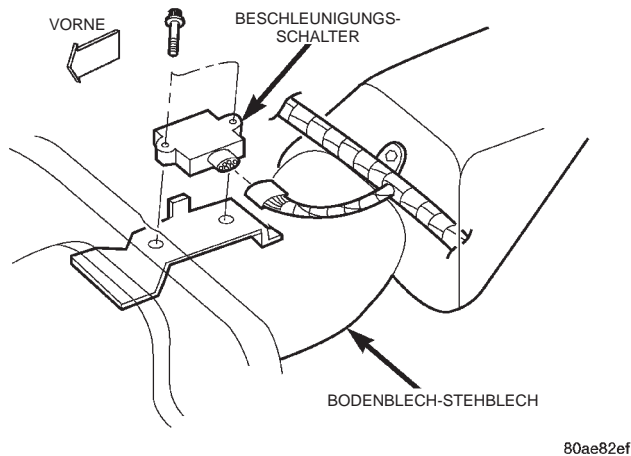

Abb. 12 Befestigung des Beschleunigungsschalters
(1) Die Zündung ausschalten.
(2) Das Masseband der Batterie abklemmen.
(3) Die Unterseite der Rückbank hochklappen, um den Zugang zum Schalter freizulegen.
(4) Teppichauskleidung anheben und Kabel vom Schalter ziehen (Abb. 12).
(5) Die Schrauben zur Befestigung des Schalters am Halteblech lösen und den Schalter ausbauen.